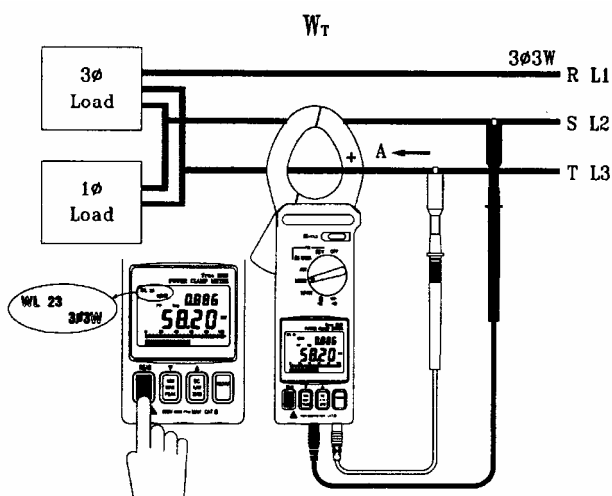

Рис. 5
2. Измерение мощности W_{TS} (W_{L3L2}) (см. рис. 5)